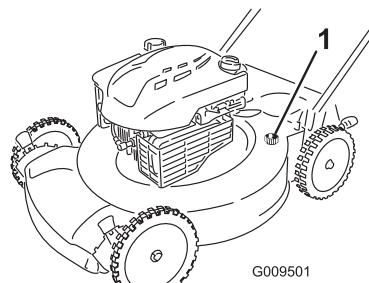

Figure 32
- Branchez un tuyau d'arrosage, relié à une arrivée d'eau, à l'embout de lavage du carter de la machine (Figure 32).